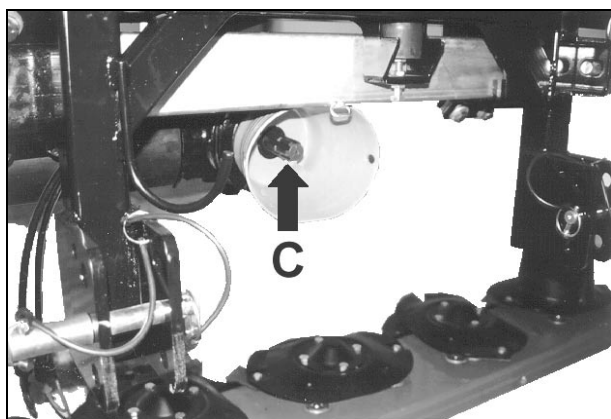

fig.6
- Collegare l'albero cardanico alla scatola della coppia conica **C** (fig.6).
- Connect the cardan shaft to the bevel gear pair box **C** (fig.6).
- Brancher l'arbre à cardan à la boîte du couple conique **C** (fig.6).
- Conectar el árbol de Cardán a la caja del engranaje cónico **C** (fig.6).
- Die Kardanwelle an das Gehäuse des Kegelradtriebs anschließen **C** (Abb.6).